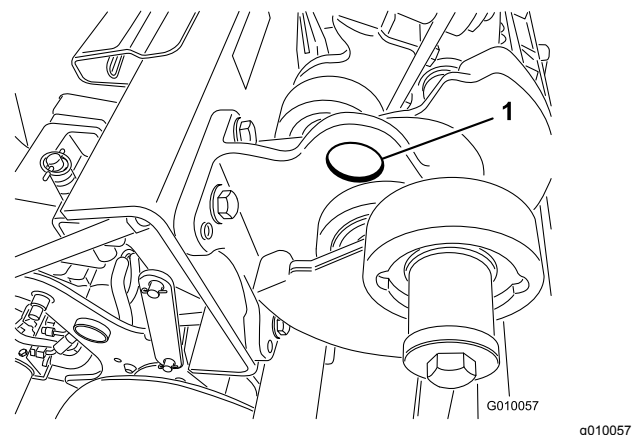

図 43
**注** ホイストがある場合には、機体の後部をホイストで吊り上げてください。その場合、コアリングヘッドのベアリングハウジングについているアイを吊上げポイントとして利用します **図 43**。